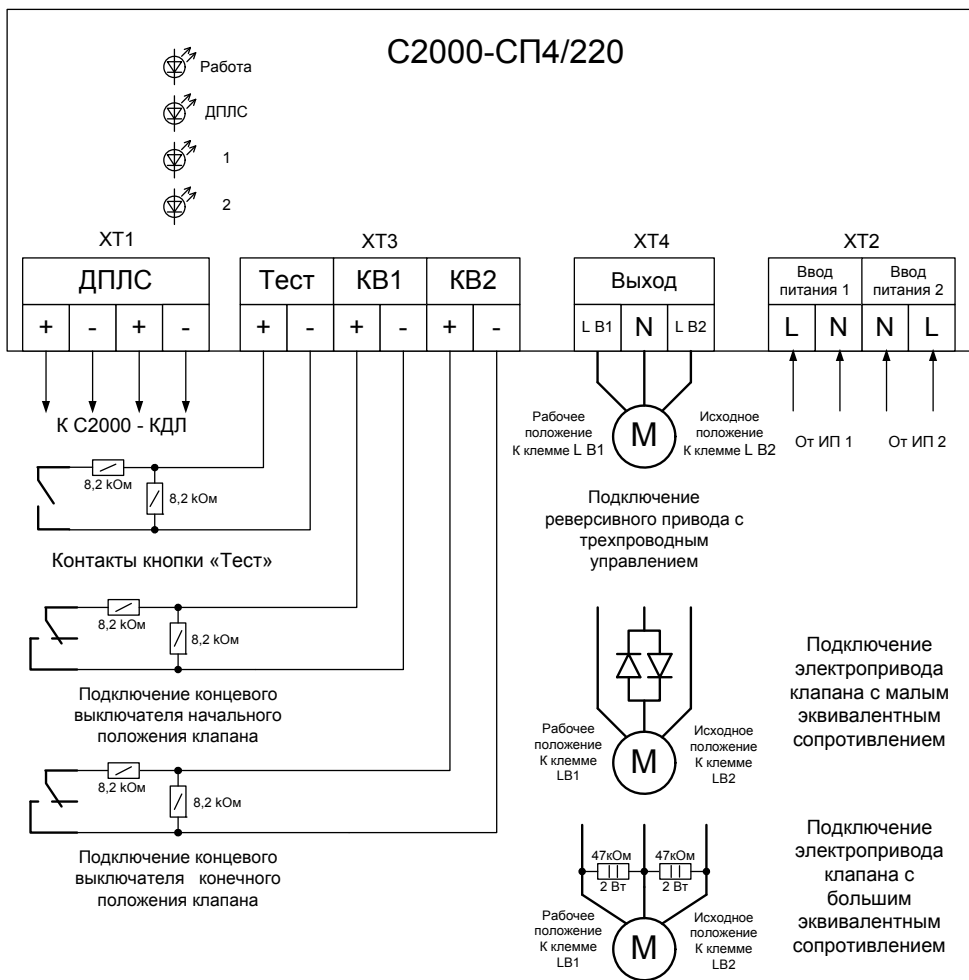

Рисунок 1. Схема внешних соединений.
2.1.4 При подключении к блоку исполнительных устройств с эквивалентным сопротивлением от 250 Ом до 50 кОм подключение осуществляется напрямую, установки каких либо дополнительных элементов не требуется (см. рис.1).
2.1.5 При эквивалентном сопротивлении нагрузки менее 250 Ом (напряжение между клеммами выхода меньше 0,06 В, ток контроля 0,5 мА) необходимо последовательно с исполнительным устройством подключить 2 встречно параллельных диода соответствующей мощности с обратным напряжением 400 вольт и более (например 1N4007, если рабочий ток не превышает 1А либо 1N5406 при рабочем токе более 1 А). Установить диоды необходимо в непосредственной близости от исполнительного устройства (см. рис.1).
соответствующей мощности (рекомендуемый номинал 47 кОм – 2 Вт), установить который необходимо вблизи от исполнительного устройства (см. рис.1).